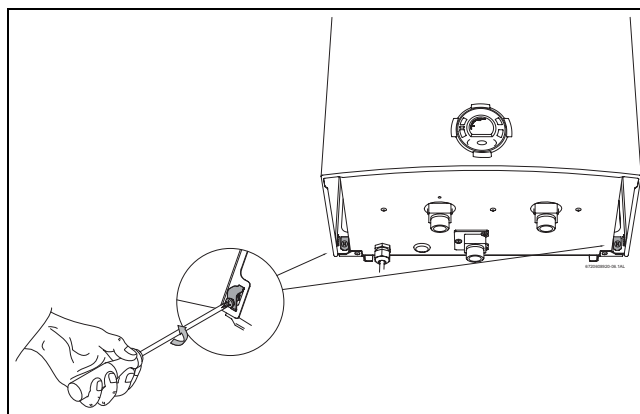

Fig. 23 Viti per lo sgancio del mantello
- ▶ Svitare le due viti presenti nella parte posteriore dell'apparecchio (Fig. 23) per poter rimuovere il mantello.